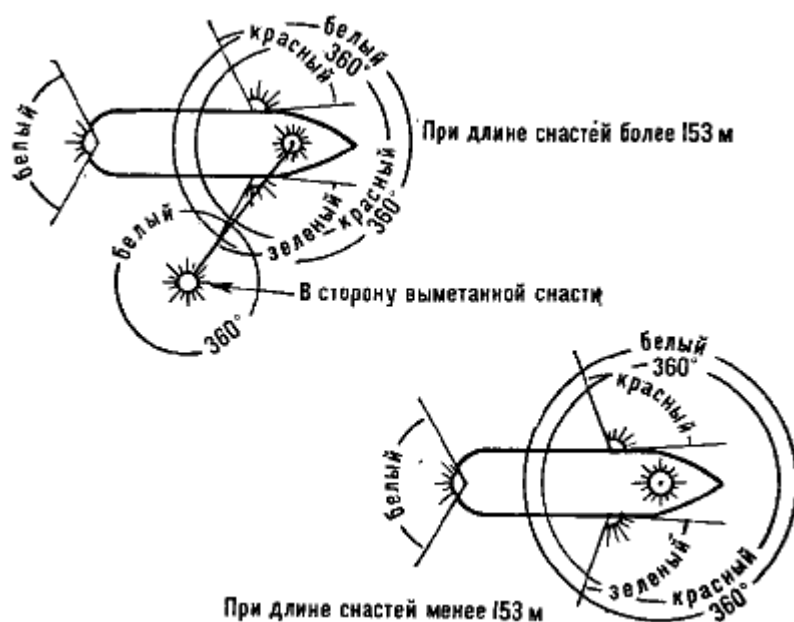

Рис. 142. Схема расположения огней на судах занятых рыбной ловлей
- ведущие лов рыбы сетями - зеленый огонь заменяют красным, оставляя под ним белый огонь (рис. 142).